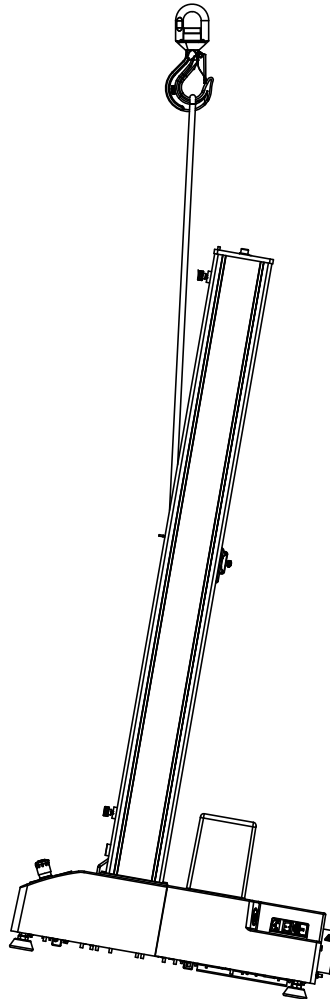

Abbildung 12. Anheben des Prüfrahmens mit einem Kran
1. Befestigen Sie den Hebegurt an der Traverse und sichern Sie ihn am Kranhaken, sodass der Gurt sich vertikal von der VORDERSEITE der Traverse wie in Abbildung 12 auf Seite 63 gezeigt ausweitet. Wenn Sie anstelle eines Hebegerths